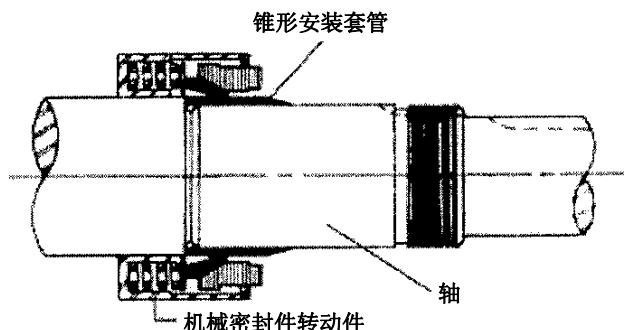

图 11
2. 将锥形安装轴套装在轴上（见图 11）
4. 启动轴承转动物件（包括密封件底座环和伸缩管密封件上的螺栓）并且快速滑动锥形套管（见图 11）。